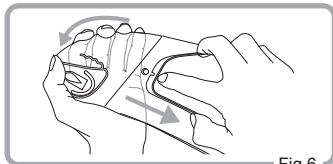

Fig.6
2. Rimuovere la lente originale a incastro Pinlock® dai perni eccentrici flettendo la visiera. (Fig.6)